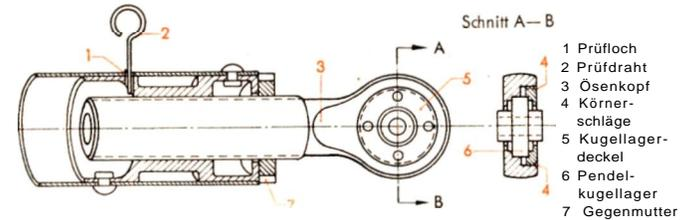

Abb. 3 Einstellen der Stoßstangenlänge
Das Einstellen der Stoßstangenlänge (Abb. 3) erfolgt am verstellbaren Stoßstangenkopf. Durch das rot umrandete Prüfloch (1) von 2 mm Ø wird festgestellt, ob ein eingeschobener Prüfdraht (2) auf das Schraubengewinde trifft.